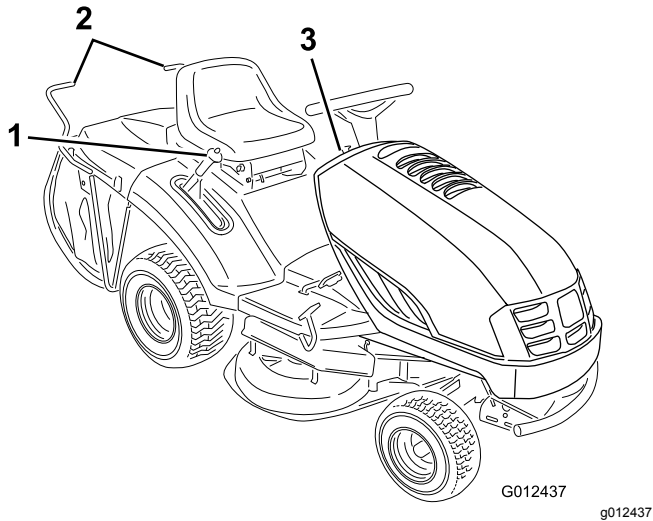
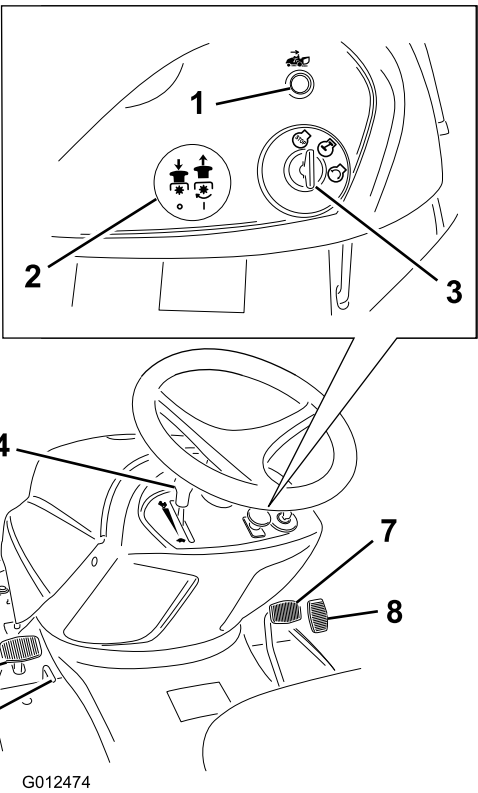

Figure 4
Figure 5
Avant de mettre le moteur en marche et d'utiliser la machine, familiarisez vous avec toutes les commandes (Figure 4 et Figure 5).
1. Appuyez sur la pédale de frein (Figure 5) et maintenez-la enfoncée.
1. Appuyez sur la pédale de frein et maintenez-la enfoncée (Figure 5).
2. Tirez la commande des lames (PDF) en position Engagée (Figure 5).
2. Poussez la commande des lames (PDF) en position Désengagée (Figure 5).
5. Désengagez la commande des lames (PDF) ; voir Commandes \(page 11\) sous Figure 5.